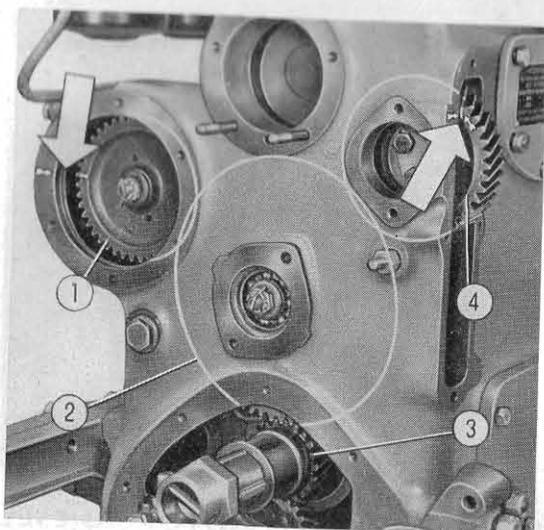

Fig. 38. - Riferimenti sugli ingranaggi per la messa in fase della distribuzione.
- Montare l'ingranaggio conduttore sull'albero motore e l'ingranaggio intermedio di rinvio (vedere fig. 38).